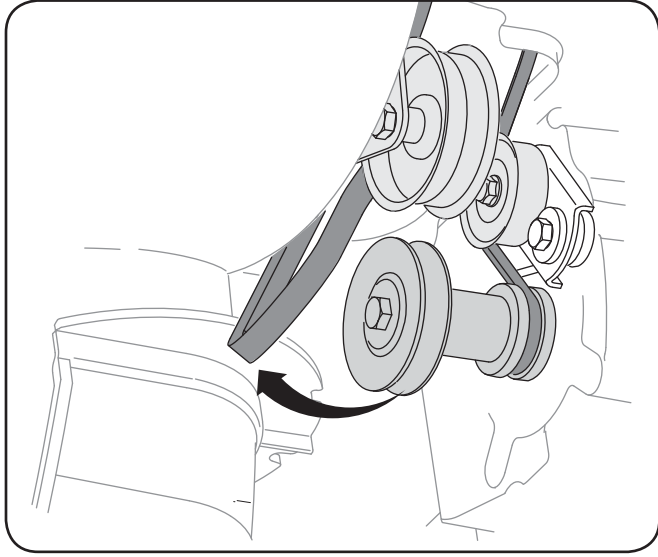

Fig. 7-3
5. Démontez le couvre-châssis du dessous de la souffreuse en retirant les quatre vis auto-taradeuses qui le maintiennent en place. Voir la Fig. 7-3.
la Fig. 7-3.